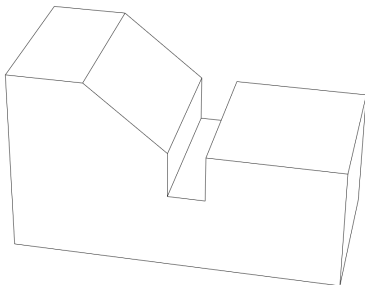

图 4-47 隐藏基准坐标系
(3) 执行操作后，即可隐藏基准坐标系，效果如图 4-47 所示。